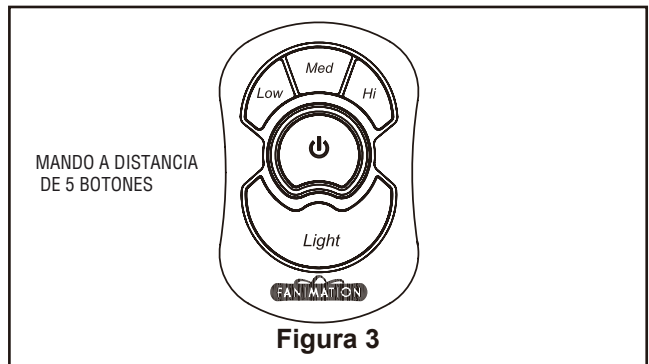

Figura 3
3. El transmisor del mando a distancia de 5 botones incluye 5 botones para controlar las velocidades baja, media y alta del ventilador, así como el encendido y apagado del mismo. Se dispone de niveles infinitos manteniendo pulsado el botón on/off. (Figura 3)